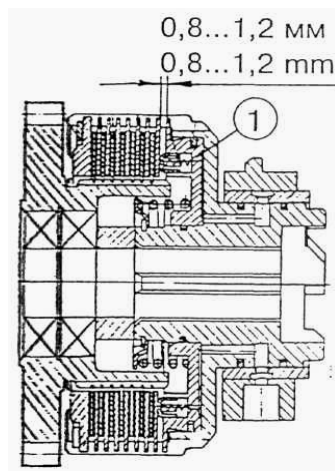

Рисунок 5.14
- б) подберите толщину пакета фрикционных дисков так, чтобы ход поршня 1 (рисунок 5.14) составил 0,8..1,2 мм;